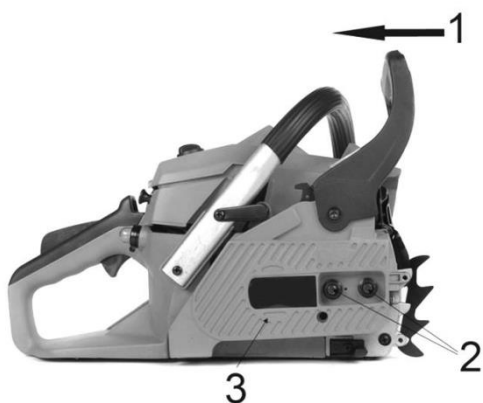

Рис. 2.
Убедитесь, что ручка тормоза цепи (1) сдвинута в положение ВЫКЛ, и тормоз разблокирован (См. Рис. 2).